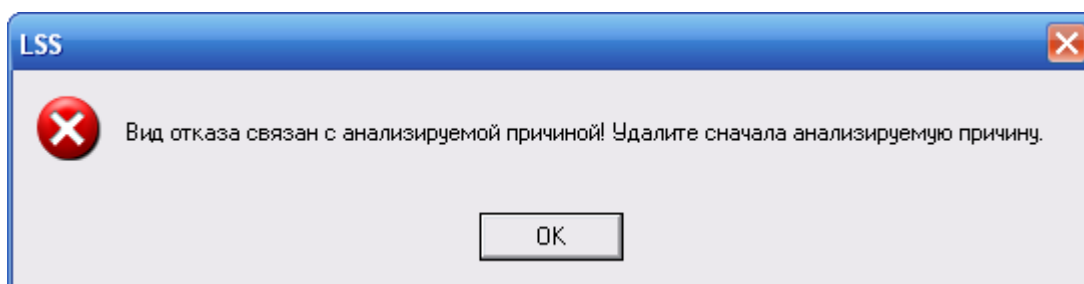

Рис. 7-37
4. Если вид отказа приводит к виду отказа MSI и при выполнении анализа по алгоритму MSG-3 удаляемый вид отказа был определен как анализируемая причина функционального отказа (присвоен код причины), то появится предупреждение, представленное на рис. 7-37. Данный вид отказа можно удалить только после того, как будет удалена анализируемая причина.